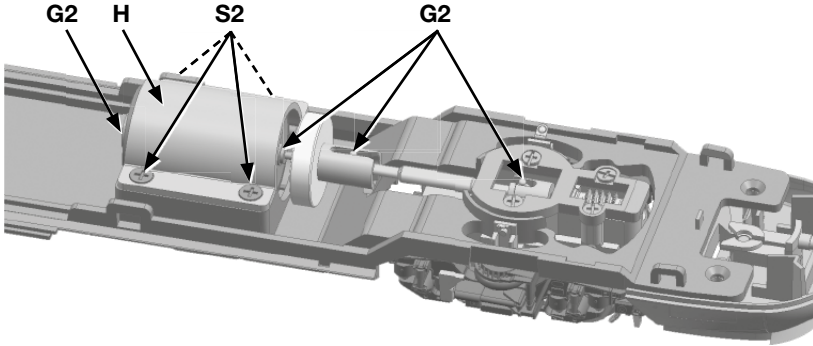

Abb. 5
– dies wird nach ca. 100 Stunden Betriebszeit empfohlen – müssen zuerst noch die **vier** Halteschrauben (**S1**) der Bodenschürzen in **Abb. 4** entfernt werden, bevor sich nach dem Lösen der **zehn** Verschnappungen (**X**) die Inneneinrichtung schließlich vom Boden abheben lässt. Nun sind die Getriebeteile (**G2**) in **Abb. 5** zum Ölen zugänglich.
werden jetzt noch nach **Abb. 5** die **vier** Schrauben (**S2**) gelöst und der Haltebügel (**H**) abgenommen. Anschließend den defekten Motor aus der Halterung entfernen und die Litzen ablöten. Der Einbau des neuen Motors erfolgt entsprechend in umgekehrter Reihenfolge.
First of all, all **four** skirting fixing screws shown at **S1** in **Fig. 4** need to be removed in order to allow removal of the railcar interior from the chassis by releasing all ten snap fit securing lugs shown at **X**. The components of the mechanism **G2** in **Fig. 5** are now accessible for lubrication purposes.
is achieved by undoing the **four** screws shown at **S2** in **Fig. 5** and releasing the securing clip **H**. The defective motor can now be removed from its fixing and the tags unsoldered. The replacement motor can then be installed by following the above steps in reverse order.